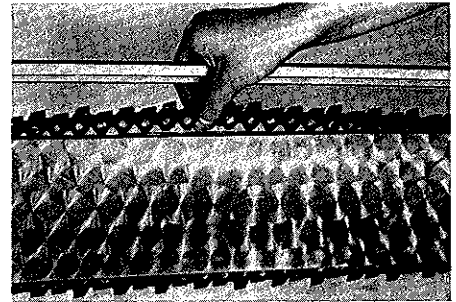

Bild 2
Sägekette spannen: Handrad (16) rechtsherum drehen, bis sich die Sägekette in die untere Sägeschiennut straff einlegt – evtl. nachhelfen – und in der Sägeschiennenmitte noch etwa 1–2 cm abheben läßt (Bild 2).